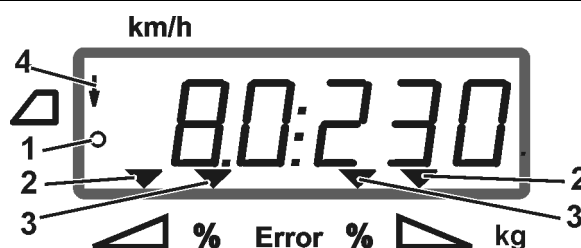

Рис. 6
- **AMADOS⁺** получает импульсы для расчета пройденного пути (Рис. 6/1),
- запорные заслонки открыты (Рис. 6/2).
- Распределение по границе показывается стрелкой на дисплее (Рис. 6/4).
- Треугольные символы (Рис. 6/3) на рабочем дисплее указывают на изменение нормы внесения.